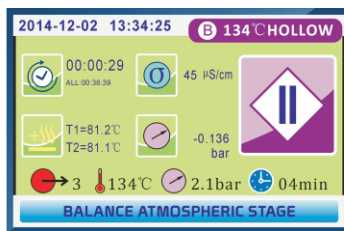

Fig.5.3-15
5.3.1.12. BALANCE ATMOSPHERIC STAGE(Fig.5.3-15)